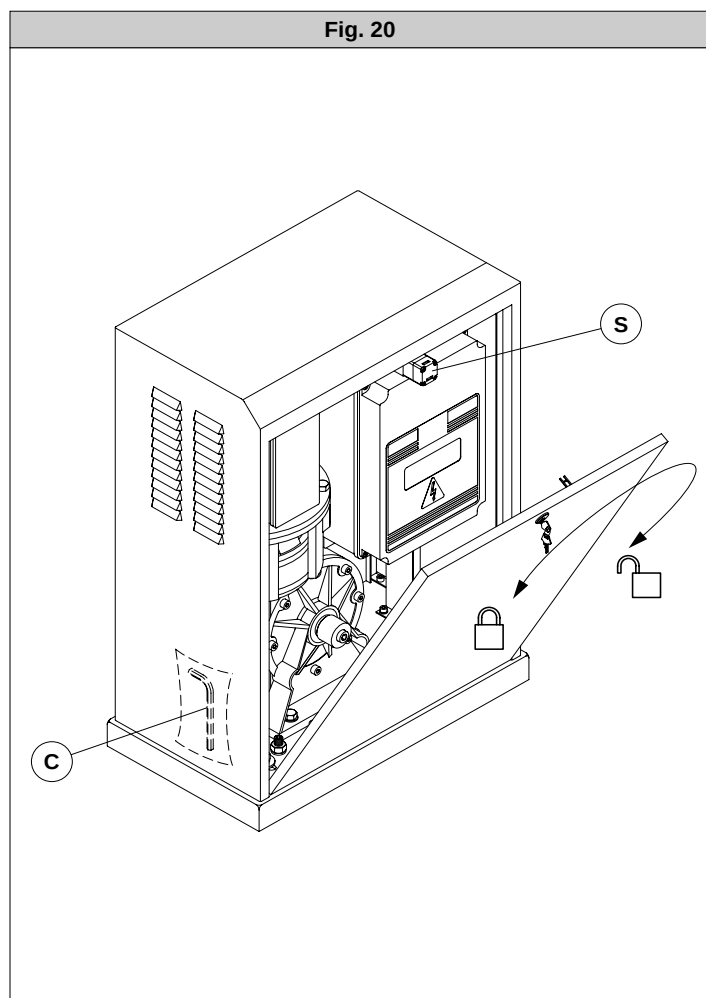

Fig. 21
- Manuell die hydrodynamische Verbindung drehen, bis der grüne Thermoverschluß (Abb.21 Ref. "TV") zu sehen ist, der ersetzt werden muß.